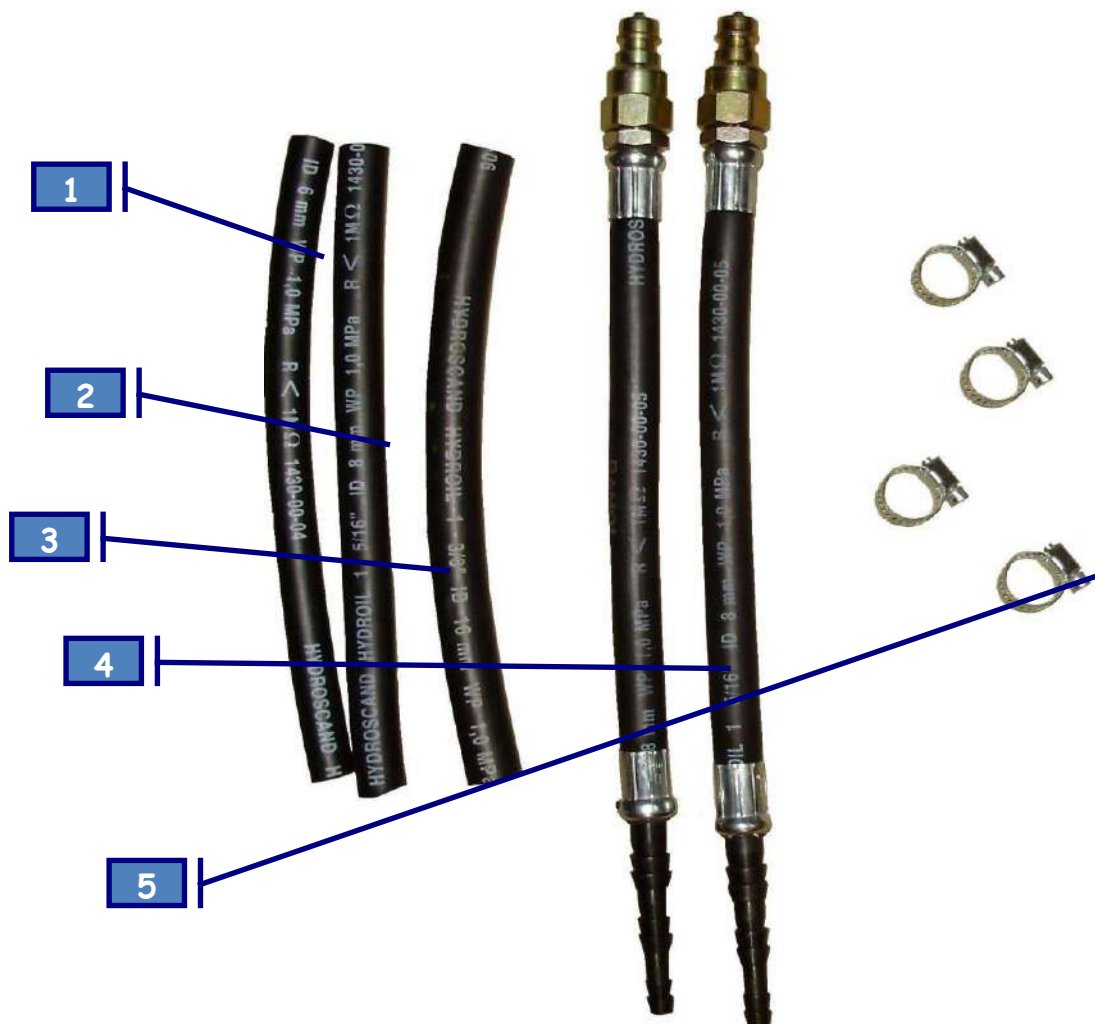

Рис. 1
- 2, 3** – БРС (Быстро Разъемное Соединение) для подключения к АКПП через адаптеры (п.4 рис.1).
2. В образовавшийся разрыв подсоединить Универсальные адаптеры (п.4 рис.1).
3. Соединения закрепить хомутами (п.5 рис.1).